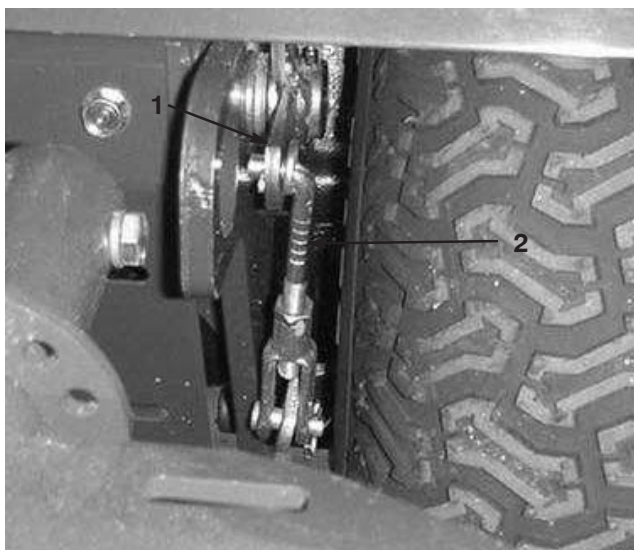

Figure 62
3. Desserrez l'écrou de blocage sur la chape. Retirez la goupille fendue qui fixe le haut de la chape au levier de frein supérieur (Fig. 62). Tournez la chape d'un tour à la fois pour réduire l'écart entre les leviers.